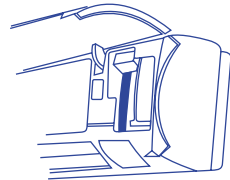

Рис. 18
- 4) Подсоедините проводники кабеля к соответствующим клеммам (рис. 18).